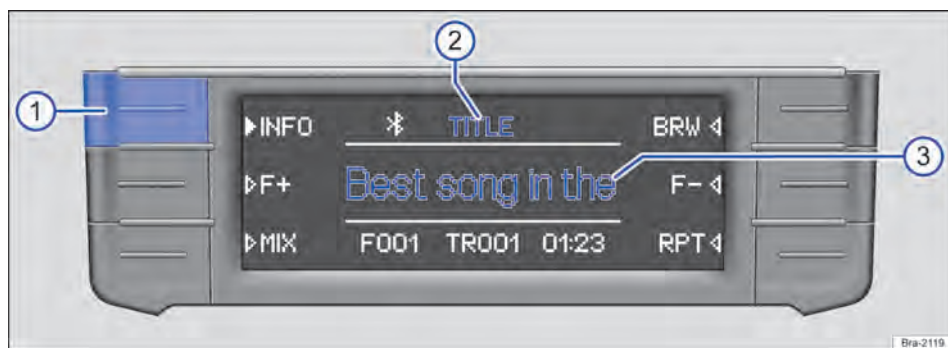

Fig. 138 Exemplo de exibição na operação de mídia: informações das faixas de um CD de MP3 em execução.
Em CDs de áudio sem texto de CD, na linha central do display → Fig. 138 ③ é exibido somente **TRACK** e o número da faixa conforme a sequência na unidade de armazenamento de dados.
No centro da linha superior do display é exibido o tipo da informação de faixa selecionada, por exemplo, **TITLE** → Fig. 138 ②.
- Pressionar brevemente o botão de função **[INFO]** → Fig. 138 ① para trocar o tipo da informação exibida da faixa.
Exibição → Fig. 138 ② Informação da faixa → Fig. 138 ③